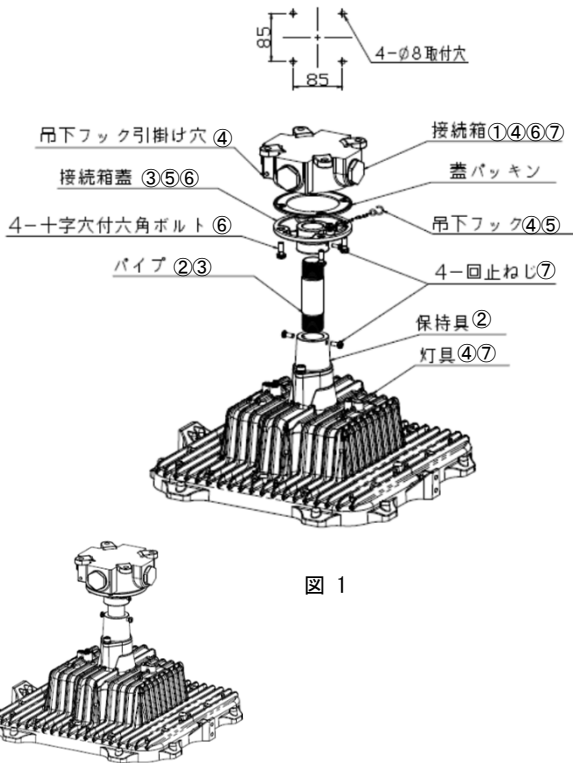

図 1
- ② 接続箱の取り付けは図1をご参照ください。
- ③ 電源ケーブル(黒・白:電源線、緑:アース線)は付属の接続箱内で結線します。
- ④ 灯具を角度調整する場合、六角穴付きボルト(4箇所)を緩め角度を調整します。